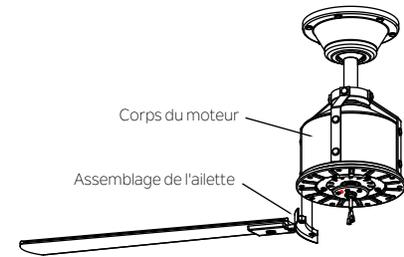

Fig. 18
Étape 2. Fixer l'ailette aux trous situés sur la partie inférieure du volant. Serrer les deux vis du moteur "pré-installées" dans le bras de l'ailette. Répéter les étapes pour les autres assemblages d'ailette (Fig. 18).